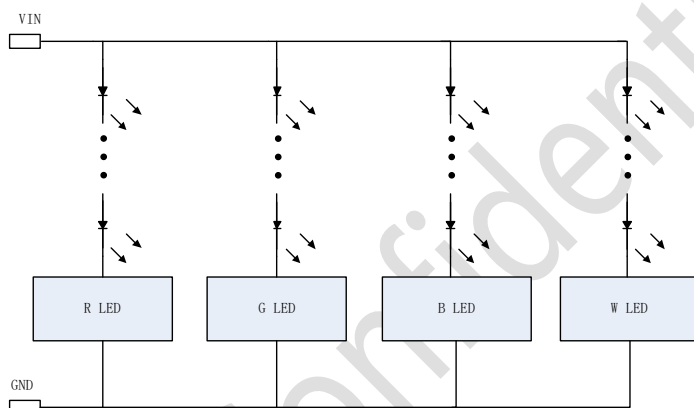

图 11.1 四路共阳连接电路示意图
6. 当 Hi2801 系统工作在 RGBW 并联工作时，多路系统与 LEDs 模组连接推荐共阳布线，示意图见图 11.1，四路 RGBW LEDs 系统布局布线见图 11.2；